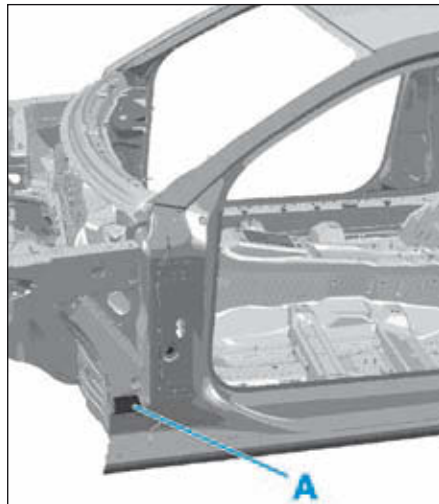

FIG.30
- Apposer un nouveau morceau de mousse (1) (Fig.30).